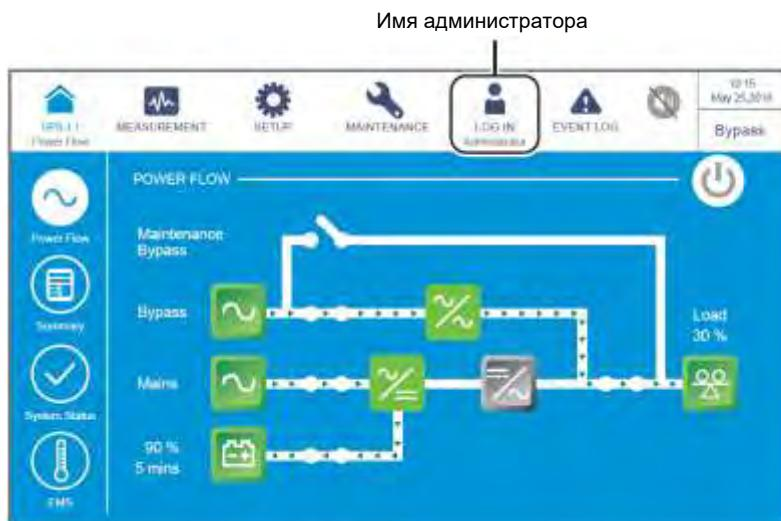

Рисунок 6-65: Экран байпасного режима и имя администратора
- 4) Войдите в систему как **Администратор**. Для получения пароля **Администратора** свяжитесь с обслуживающим персоналом. После входа в систему убедитесь, что вход произошел под именем **Администратора** (см. *Рисунок 6-65*).